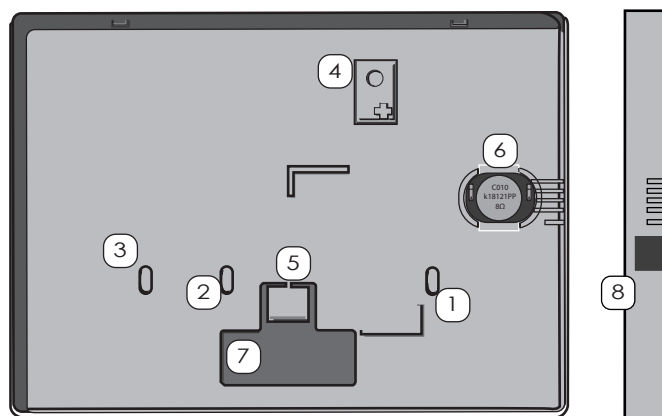

Fig 1. Bakstycke.
1. Dra kabeln genom lämplig kabelgenomföring (hål 7, fig 1).